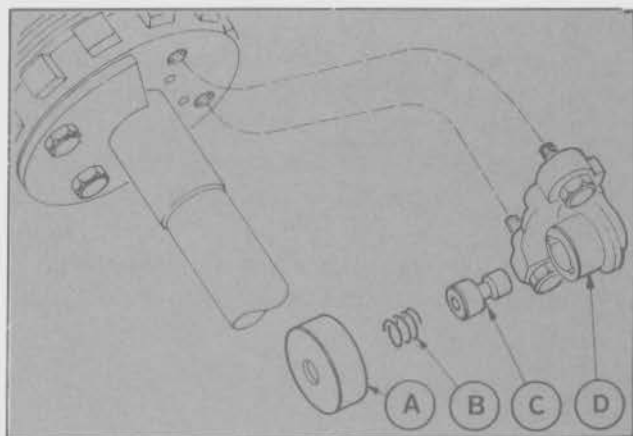

Fig. 126 - Despiece del gobernador
- Girar el eje primario hasta que los orificios de los tornillos de sujeción del gobernador queden hacia abajo. Instalar luego el gobernador, teniendo en cuenta que el muelle de la válvula quede instalado entre la válvula y el contrapeso. Colocar los tornillos de sujeción del gobernador y ajustarlos al torque especificado. (Fig. 126).